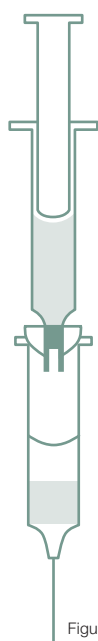

Figura 1
- Para pocas muestras puede usarse una jeringa y un adaptador para “empujar” los disolventes a través de la columna por presión positiva tal como indica la **Figura 1**. Ver los adaptadores superiores que se detallan en la sección accesorios de la página 18.